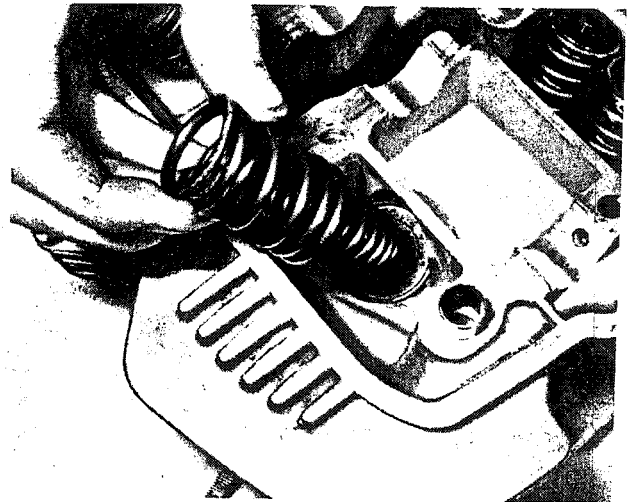
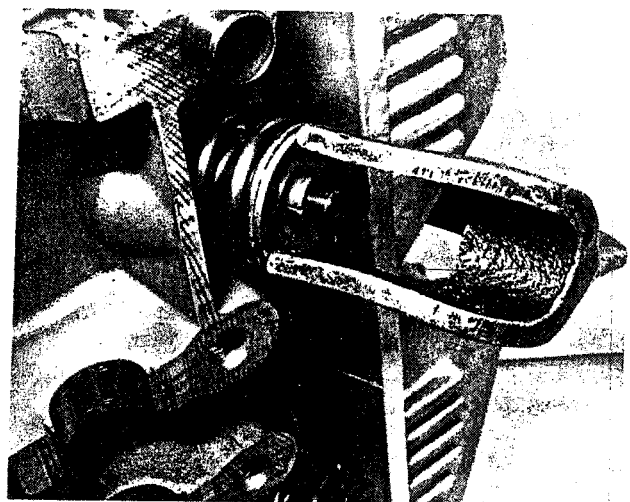

Bild 83
Bild 84
- Vor dem Zusammenbau die Ventilschäfte und Ventilführungen ölen und die Ventilführungen mit neuen Dichtringen versehen. Die Ventile in der umgekehrten Ausbaureihenfolge wieder einbauen und darauf achten, dass die Dichtringe beim Einführen der Ventile nicht beschädigt werden (Bilder 81, 82). Die Federn müssen mit den engeren Windungen zur Führung eingesetzt werden (Bild 83). Zuletzt klopft man mit einem Hammer leicht auf jeden Ventilschaft, um den sicheren Sitz der Ventilkeile zu prüfen (Bild 84).